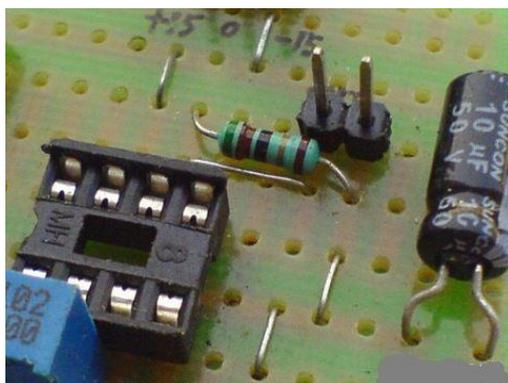

图 3-31 善于设置跳线的电路板
3、善于设置跳线。特别要强调这一点，多设置跳线不仅可以简化连线，而且要美观得多，如图 3-31。